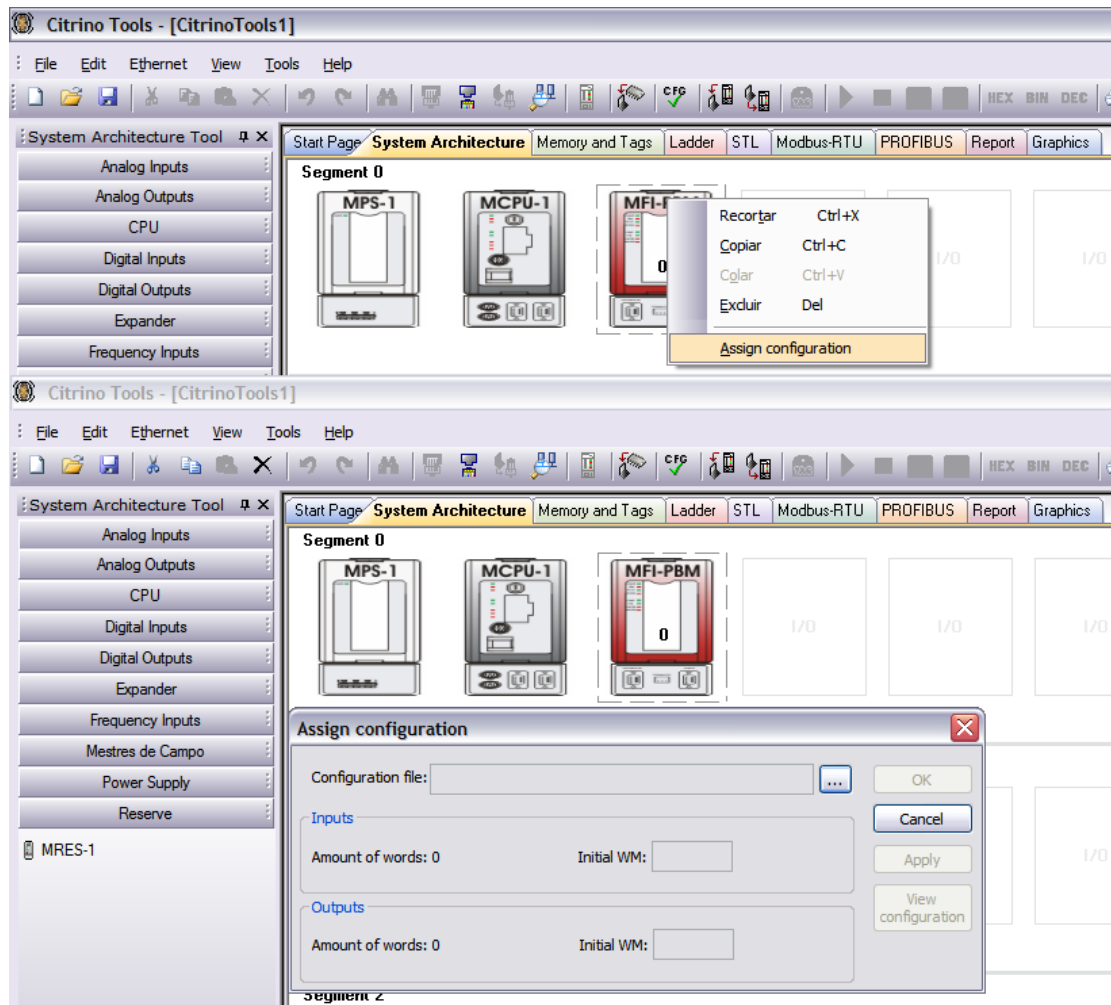

Figura 3.5.3 – Preparando o CitrinoTools para adicionar a configuração PROFIBUS
- 3) Agora clique o botão da direita no ícone do MFI-PBM de acordo com a Figura 3.5.3. Em seguida clique em Associar Configuração (*Assign Configuration*) e aparecerá um diálogo como o da Figura 3.5.3;